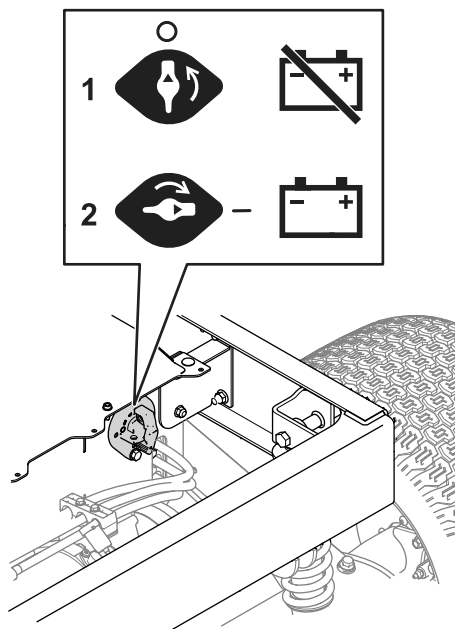

Figura 1
4. Girate l'interruttore di scollegamento della batteria in posizione OFF (spegnimento) (Figura 1).
4. Girate l'interruttore di scollegamento della batteria in posizione ON (accensione) (Figura 1).